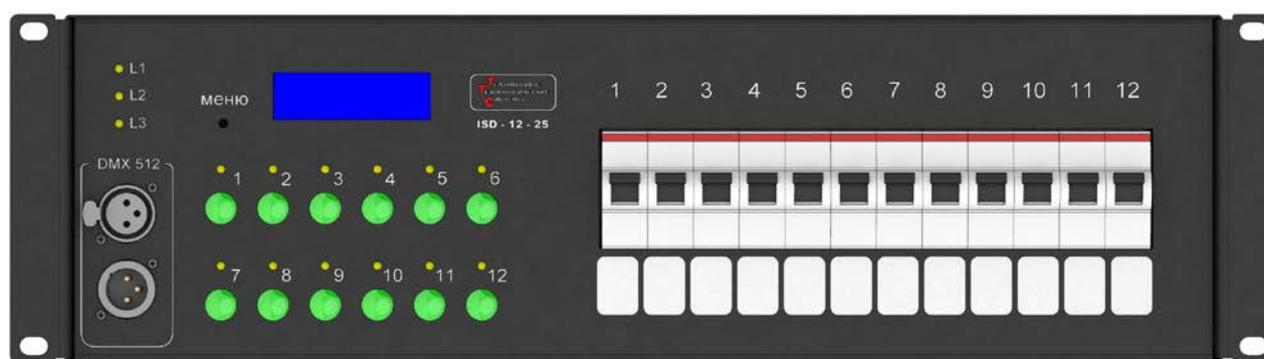

Рисунок 2: Передняя панель свитчера
3. Через разъемы «DMX-512» на передней панели (Рисунок 2) подключить прибор к линии управления DMX-512.
На передней панели прибора (Рисунок 2) расположены: